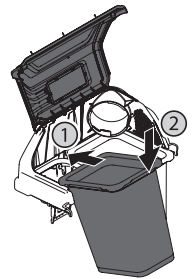

Figure 13
7. Installez les deux ensembles de sac sur les supports de sac en insérant le bord avant en premier (1), puis en abaissant le bord arrière jusqu'à ce qu'il s'insère dans l'ensemble (2), comme illustré à la Figure 13.